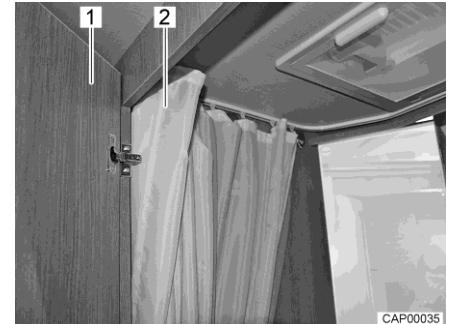

Fig. 76 Cuarto de aseo con ducha
- Para ducharse, cerrar la puerta (Fig. 76,1) y correr la cortina de ducha (Fig. 76,2) completamente para que todas las paredes estén protegidas.